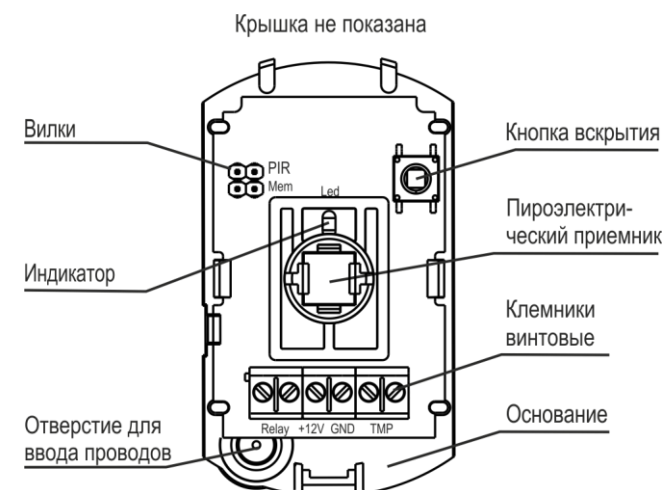

Рисунок 3
5.1 Конструктивно извещатель выполнен в виде блока, состоящего из основания и съемной крышки. Внутри блока смонтирована печатная плата с расположенными на ней с двух сторон радиоэлементами и клеммниками винтовыми для внешних подключений (рисунок 3).